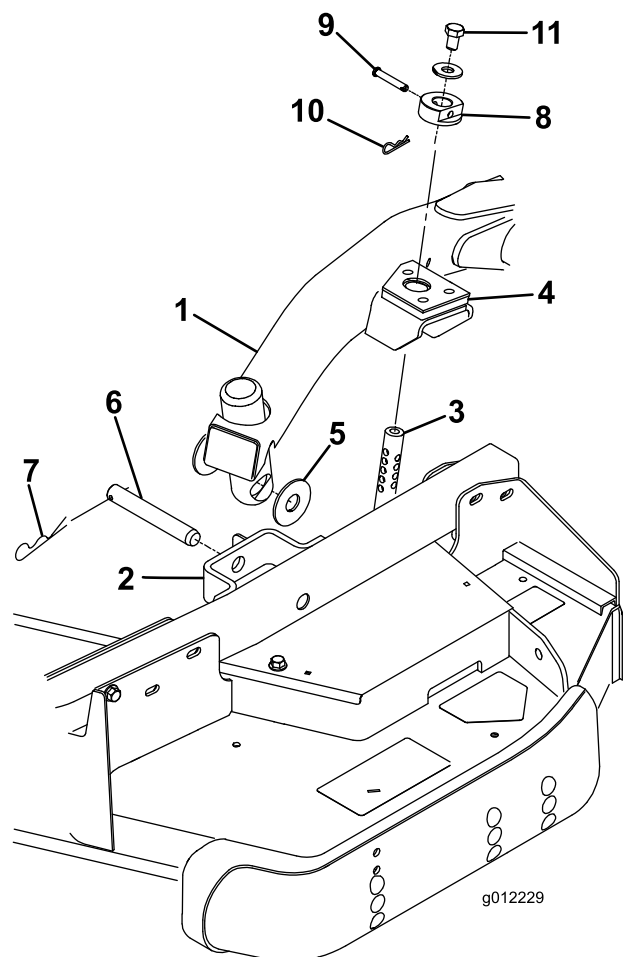

Figura 28
4. Mueva la palanca de elevación a la posición Flotar. Empuje hacia abajo uno de los brazos de elevación hasta que los taladros del brazo de elevación estén alineados con los taladros del soporte del brazo de la rueda giratoria y pueda introducirse la varilla de ajuste de la altura de corte en los alojamientos del brazo de elevación (Figura 28).
5. Fije el brazo de elevación al brazo de la rueda giratoria con (2) arandelas de empuje, un pasador y un pasador de horquilla. Coloque las arandelas de empuje entre el brazo de elevación y el soporte del brazo de la rueda giratoria (Figura 28). Introduzca el extremo del pasador de horquilla en la ranura de la pestaña del brazo de la rueda giratoria para retener el pasador.
9. Instale los collares de ajuste de la altura de corte sobre las varillas de ajuste de la altura de corte y fíjelos con los pasadores y los pasadores de horquilla (Figura 28). Oriente la cabeza del pasador hacia la parte delantera de la carcasa.
10. Instale un perno de 1/2 x 3/4 pulgada y una arandela en la parte superior de cada varilla de ajuste de la altura de corte (Figura 28).